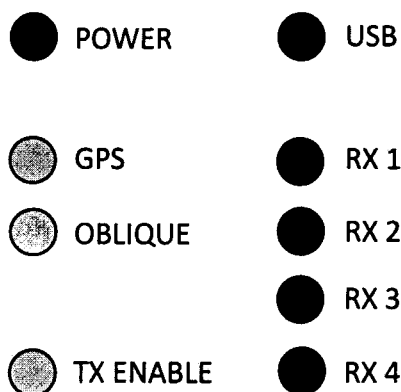

Рисунок 1. Расположение светодиодов на блоке светодиодной индикации.
- 5) Провести контроль показаний светодиодных индикаторов на лицевых панелях приемо-передающего устройства комплекса и вывод информации на монитор компьютера. Блок светодиодной индикации предоставляет различную информацию о состоянии системы и типе операции. Рисунок 1 показывает расположение светодиодов, а таблица 3 даёт их краткое описание.